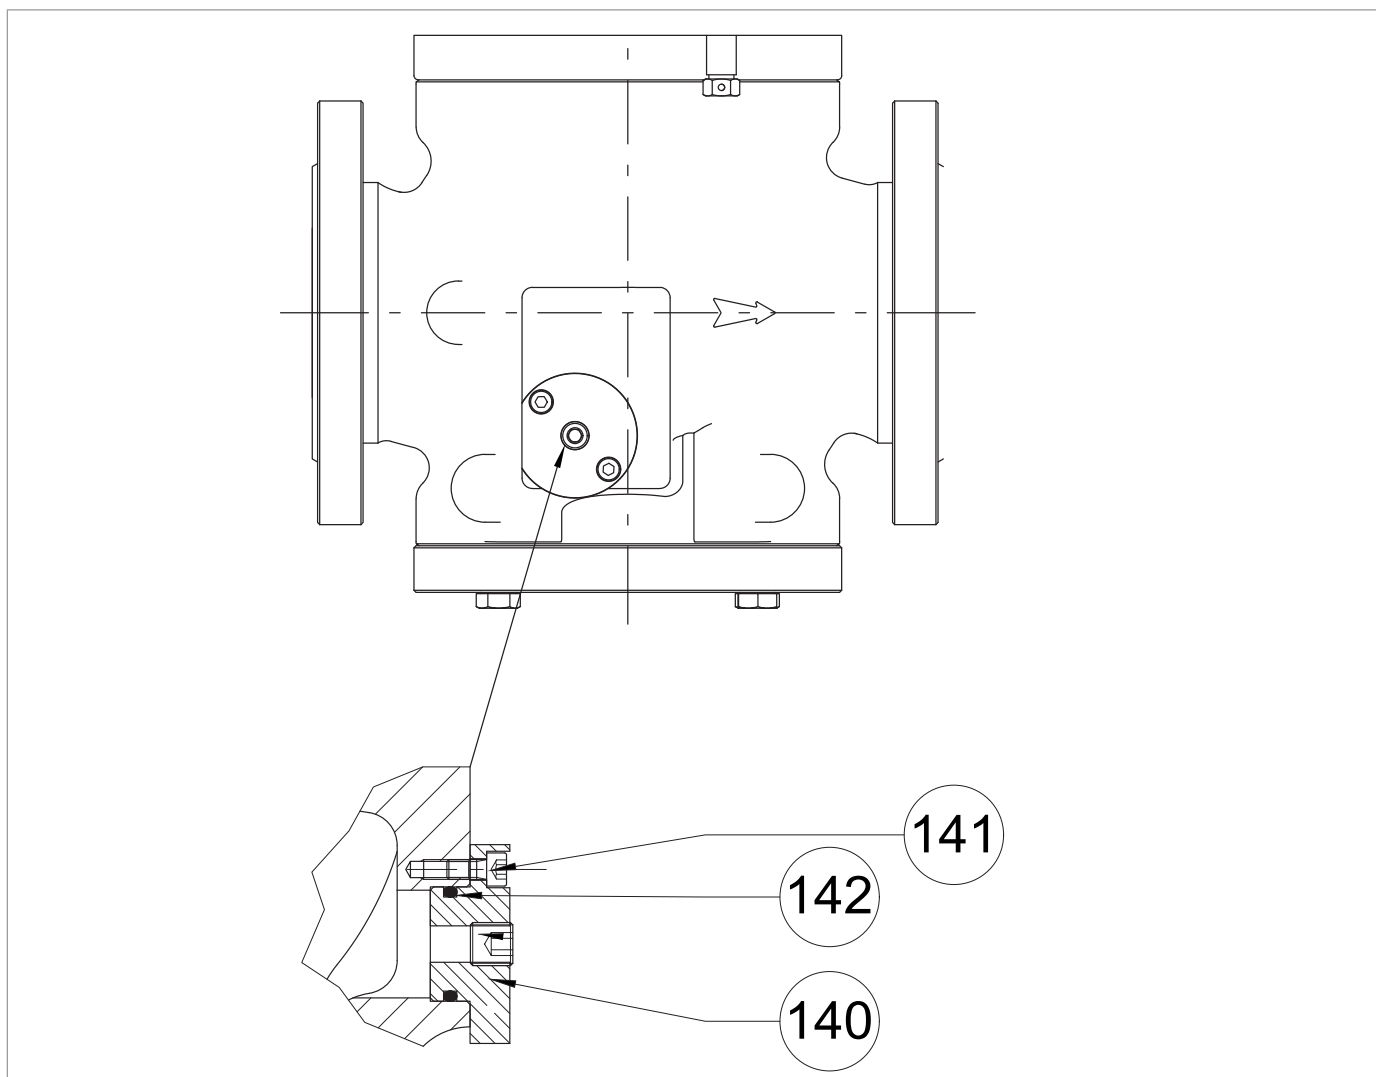

Fig. 9.68. Detalj av regulatorplugg
I avsaknad av den inbyggda SA-spärrventilen stänger locket (Fig. 9.68, ref. 140) hålet i huset för tryckvakten SA (se 9.4.10). Regulatorpluggen är placerad vinkelrätt mot gasflödet.